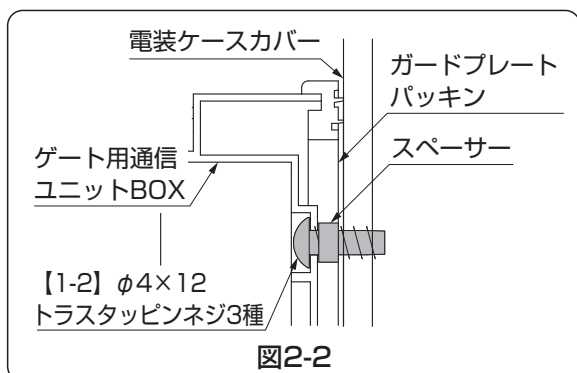

図2-2
- ②ゲート用通信ユニットBOXとスペーサーを電装ケースカバーに【1-2】で固定してください。(図2-2参照)
- ③ゲート用通信ユニットの配線をゲート用通信ユニットBOXと電装ケースカバーのφ21~26の穴に通してください。
- ④ゲート用通信ユニットをゲート用通信ユニットBOXの高ナットに【1-1】で固定してください。
- ⑤電装ケース側8Pコネクタについている空のソケットを取外してください。
- ⑥電装ケースの内側でゲート用通信ユニットのコネクタと電装ケース側8Pコネクタを配線してください。